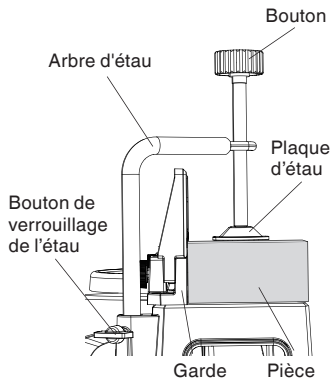

Fig. 25
- (1) L'étau d'assemblage peut être monté sur la base.
- (2) Tourner le bouton supérieur et fixer solidement la pièce en place (Fig. 25).